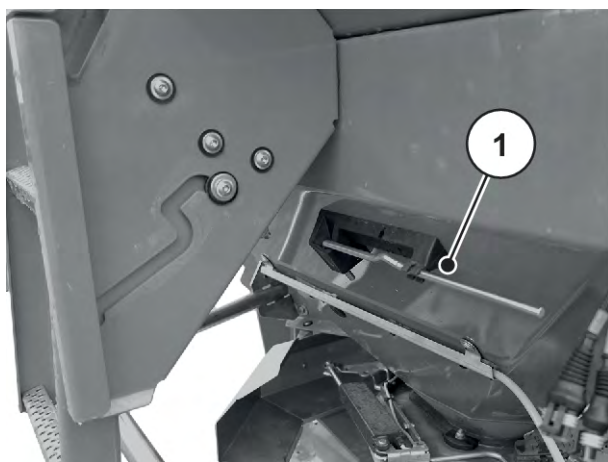

Рис. 37: Положение регулировочного рычага AXIS xx.2
- ▶ Поместите регулировочный рычаг в предусмотренное для него крепление. См. *Рис. 37 Положение регулировочного рычага AXIS хх.2*